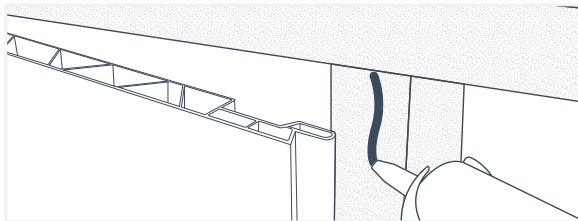

Fig. 44
7. Levante la lengüeta del panel adyacente existente y aplique un cordón de silicona de 1/2" de espesor a lo largo del montante detrás de este (Fig. 44).